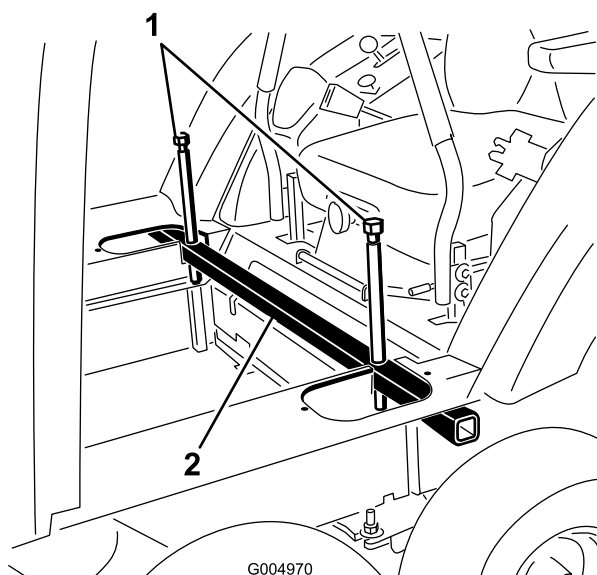

Figure 23
10. Abaissez la cabine en position en desserrant lentement les boulons de levage à chaque extrémité du tube de levage (Figure 23).